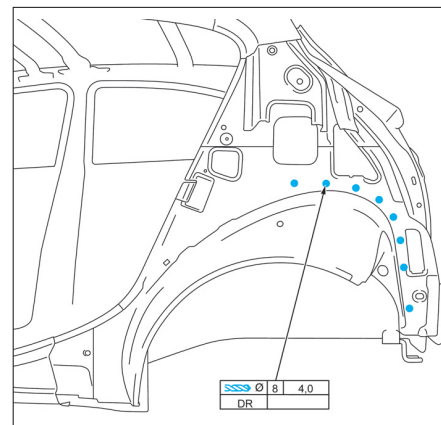

FIG. 96
• Percer la doublure d'aile arrière neuve (Fig.96).